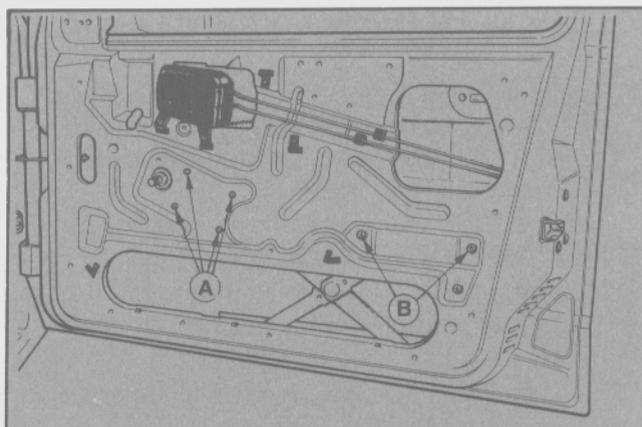

Fig. 57 - Puntos de sujeción del mecanismo levantacristales. Puerta delantera.
- Agujerear los cuatro remaches (A), puerta delantera y trasera y los remaches (B), puerta delantera solamente, de sujeción del mecanismo levantacristales. (Fig. 57 y 58)
- Alinear el conjunto e instalar los remaches de sujeción correspondientes. (Fig. 57 y 58).